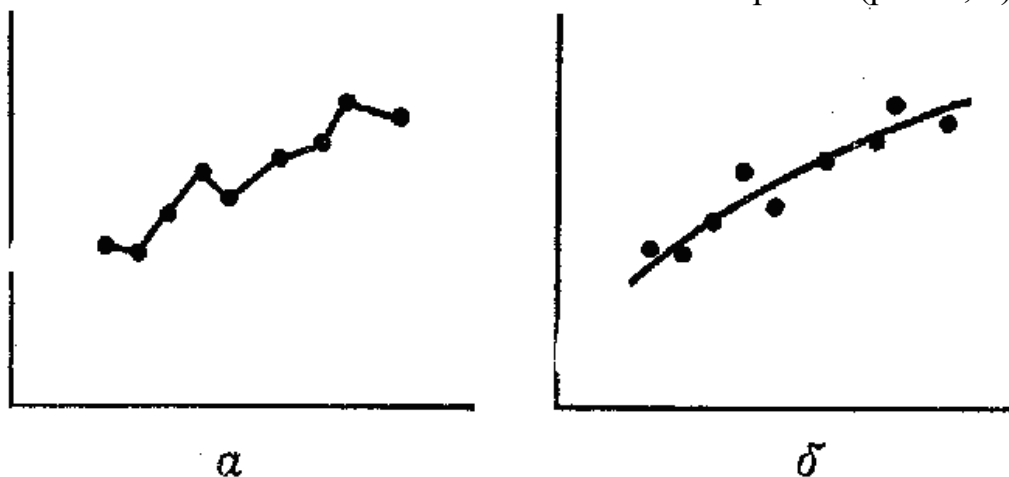

Рис. 9.
2. Полезно иногда через экспериментальные точки проводить «наилучшую» плавную кривую. Обратите внимание на слово *плавную*. Начинаящие нередко соединяют экспериментальные точки просто ломаной линией, как изображено на рис. 9, а. Но тем самым как бы указывается, что соотношение между двумя величинами носит скачкообразный характер, а это, вообще говоря, весьма маловероятно. Скорее следует ожидать, что данное соотношение описывается какой-либо плавной кривой (рис. 9, б).